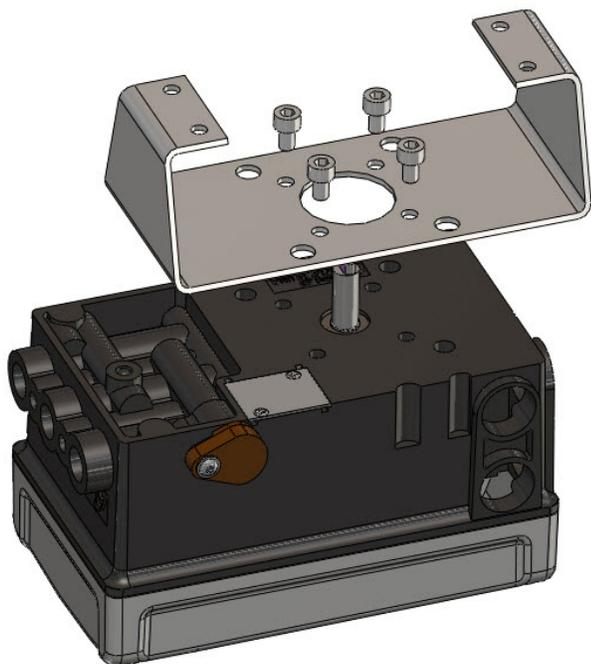

Figura 17: Soporte AutoMax
1. Fije la placa de montaje al posicionador utilizando 4 tornillos. Consulte la Figura 17.